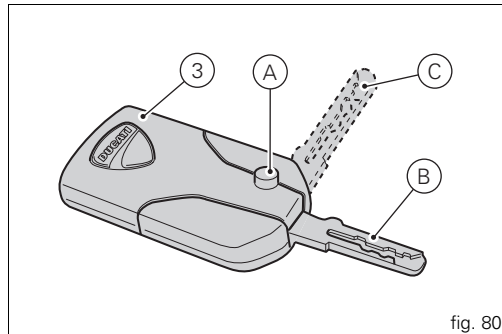

fig. 80
La partie métallique de la clé (3) reste cachée à l'intérieur de la clé ; en appuyant sur le bouton (A, fig. 80), on obtient l'ouverture totale de la partie métallique, position (B, fig. 80).
En appuyant sur le bouton (A, fig. 80), il est possible de déplacer la partie métallique dans la position intermédiaire (C, fig. 63) ; une fois cette position obtenue, relâcher le bouton pour la bloquer.
Lorsque le véhicule est Key-On et le moteur est arrêté, au bout de 30 secondes consécutives sans détecter la présence de la clé active (3, fig. 80), le véhicule s'éteint automatiquement sans besoin d'aucune action de la part de l'utilisateur.